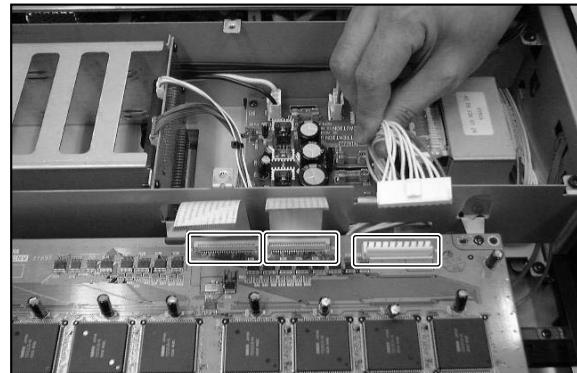

Figure 6
6. Install the DB-SREV1 Expansion Board above the existing DSP board, secure it by using two internal fixing screws and two external fixing screws, and connect the two flat cable connectors and the power supply connector, as shown in Figure 6. Replace the SREV1 top cover.
Logez la DB-SREV1 sur la carte DSP et attachez-la au moyen de deux vis internes et des deux vis externes. Connectez les deux câbles ruban et le câble d'alimentation comme dans "Figure 6". Installez ensuite le couvercle supérieur.
Bringen Sie die DB-SREV1 Erweiterungsplatine auf der DSP-Platine an, arretieren Sie sie mit den beiden internen sowie den beiden externen Befestigungsschrauben und schließen Sie die beiden Flachbandkabel sowie das Stromversorgungskabel wie in "Figure 6" gezeigt an. Bringen Sie danach wieder die obere Abdeckplatte an.